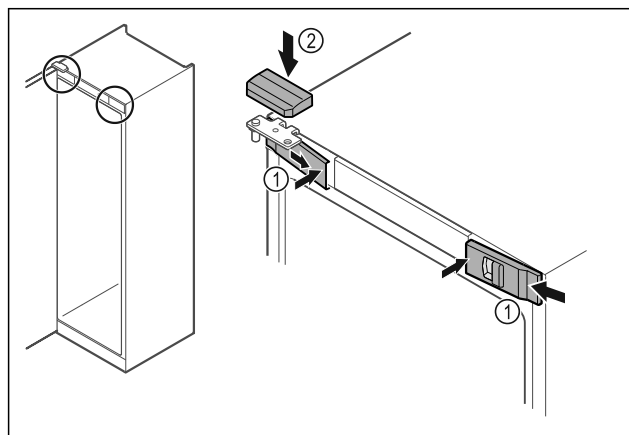

Fig. 48 \*
- Αναρτήστε τα μπροστινά καλύμματα Fig. 48 (1) στο πλάι και κουμπώστε τα εσωτερικά.\*
- Κουμπώστε το επάνω κάλυμμα Fig. 48 (2) από πάνω.\*